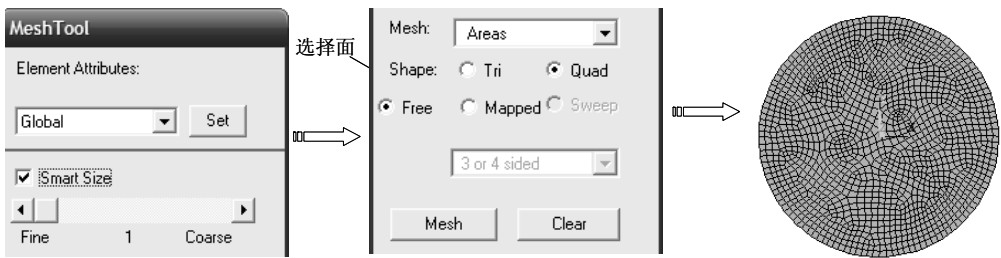

图 8-118 网格划分
1) 选择 “Main Menu>Preprocessor>Meshing>MeshTool” 命令，弹出 “MeshTool” 对话框，勾选 “Smart Size” 选项，并将智能网格划分水平调整为 1，选择网格划分器类型为 “Free”（自由网格），单击 “Mesh” 按钮，弹出 “Mesh Area” 对话框，单击 “Pick All” 按钮，系统自动完成网格划分，如图 8-118 所示。